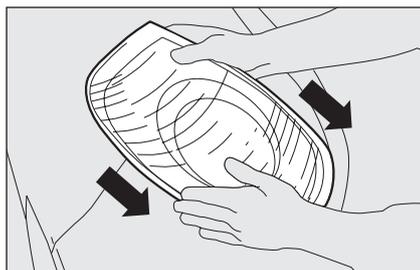

fig. 28
- estrarre il gruppo ottico sfilandolo con entrambe le mani nel senso indicato dalla frecce **fig. 28**;